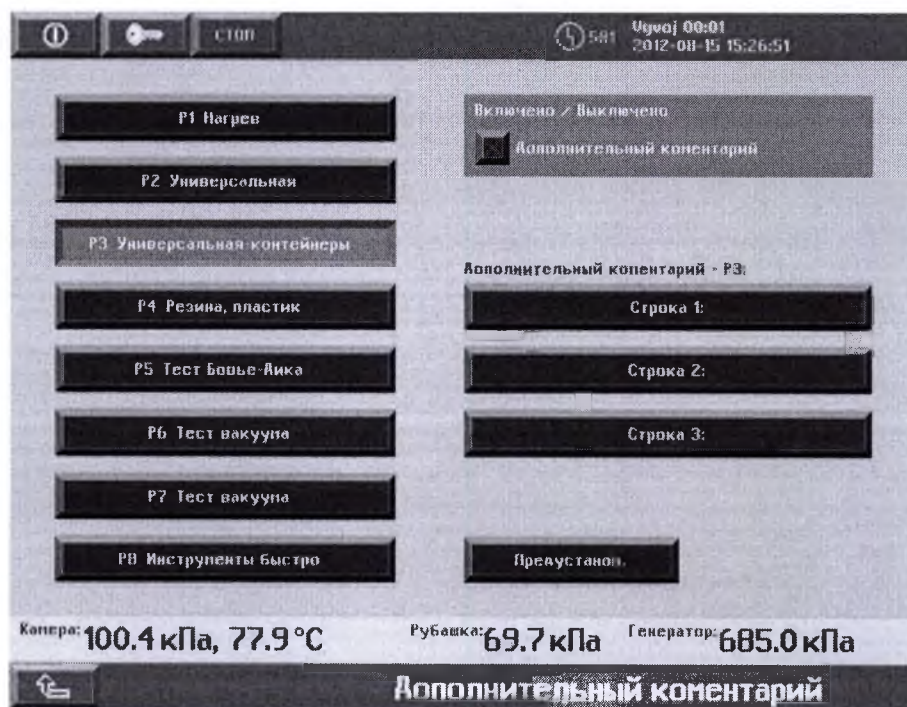

Рисунок 39 Запись дополнительных комментариев
- Нажмите кнопку меню «Дополнительный комментарий» рисунок 39;